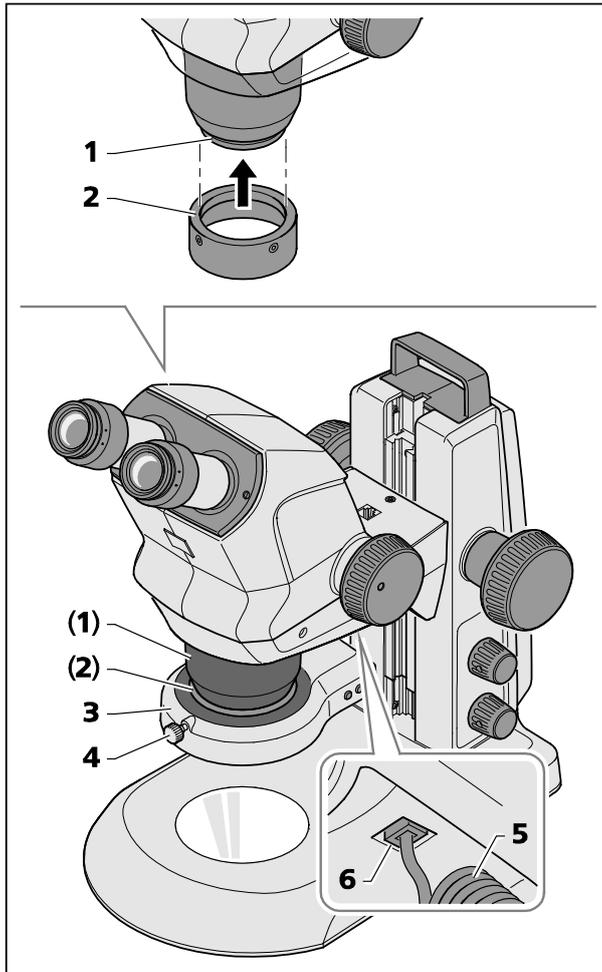

Fig. 9 Montare la lampada anulare
- Attaccare l'anello di fissaggio A53 (Fig. 9/2) dal basso al vetro antipolvere (Fig. 9/1) dello Stemi 508 e bloccarlo stringendo le due viti di sicurezza (esagono cavo, SW 3).
- Inserire il cavo di allacciamento (Fig. 9/5) della lampada anulare (Fig. 9/3) nella presa inferiore (Fig. 9/6) del supporto dello e nella presa della lampada anulare.
- Inserire la lampada anulare dal basso verso l'alto nell'anello di fissaggio A53 (Fig. 9/2) e fissarla mediante la vite a testa zingrinata (Fig. 9/4).
- Dopo spingere verso l'alto la lampada anulare, con l'adattatore, sul modulo ottico addizionale e fissarla mediante la vite di arresto (analogamente alla Fig. 9).